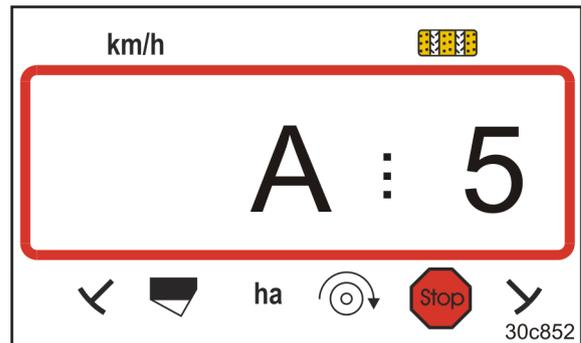

Fig. 30
- un message s'affiche (Fig. 30)